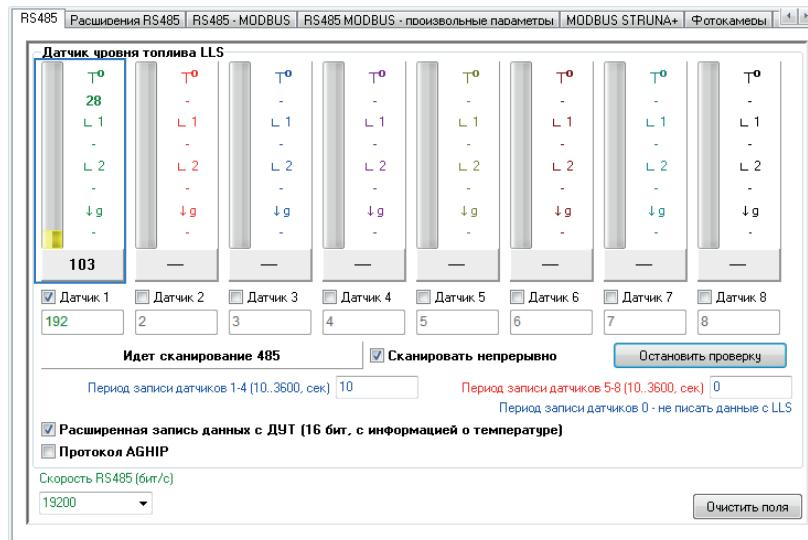

Рис.24. Результат сканирования.
- Если настройка контроллера и датчика выполнена корректно, то на вкладке «RS485» по адресу подключенного датчика появятся показания этого датчика (Рис.24). В протоколе LLS угол наклона передается в градусах (103 на рисунке), температура в °C (T₀, 28 на рисунке).